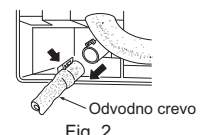

Fig. 2
- Izvučite odvodno crevo sa zadnje leve strane unutrašnje jedinice. (Fig. 2)